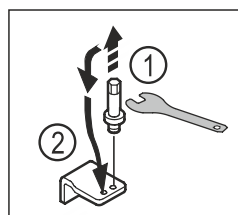

Fig. 21
- ▶ Svitare il perno del blocco inferiore di supporto con una chiave a esagono SW5. Fig. 21 (1)
- ▶ Inserire il perno sul lato opposto. Fig. 21 (2)